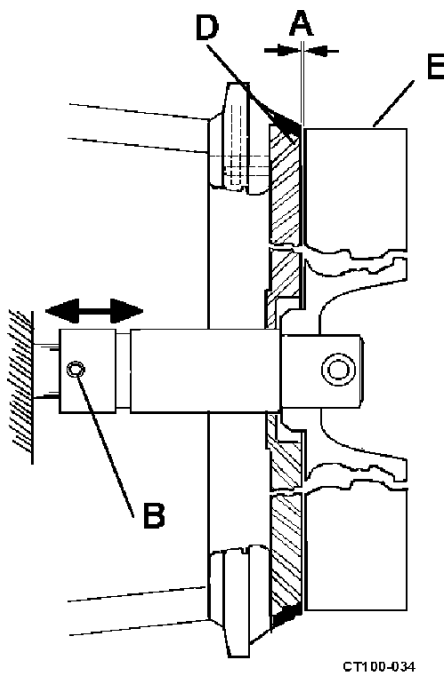

Figura 23 - Regolazione della distanza piastra posteriore/girante
6. Far scorrere la girante sull'albero. Mantenere la girante ferma contro lo spallamento dell'albero e ruotare l'albero di un quarto di giro fino a quando il perno della girante si innesta nella girante. Vedere Figura 23 a pagina 23.
1. Sistemare uno spessimetro di 0.060"± 0.010" (1,52 mm ± 0,25 mm) tra la superficie frontale della piastra posteriore e la girante. (Vedere Figura 23, rif. A.)
2. Spingere il gruppo alberino/girante verso il motore fino a quando la girante (Figura 23, rif. E) appoggia contro lo spessimetro.
3. Serrare le due viti di arresto sull'alberino. (Vedere Figura 23, rif. B.)
4. Con uno spessimetro controllare che la distanza tra la superficie posteriore della girante e la superficie frontale (interna) della piastra posteriore sia di 0.060 ± 0.010" (1,52 mm ± 0,25 mm). (Vedere Figura 23, rif. A.)